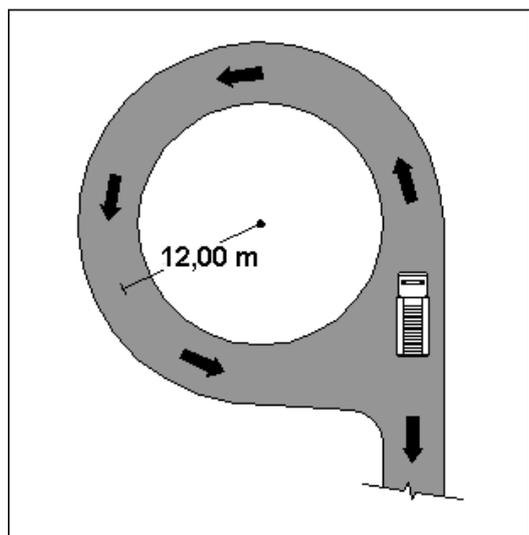
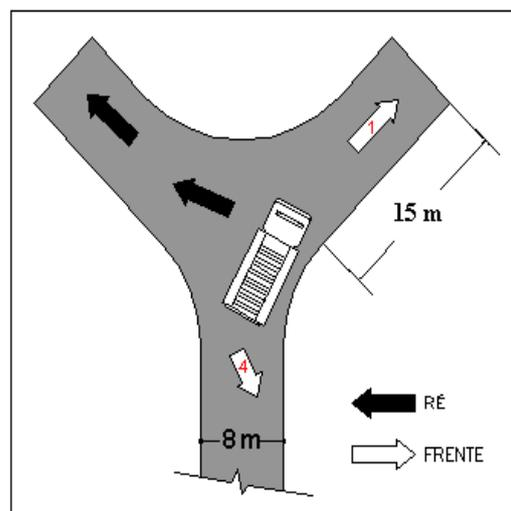
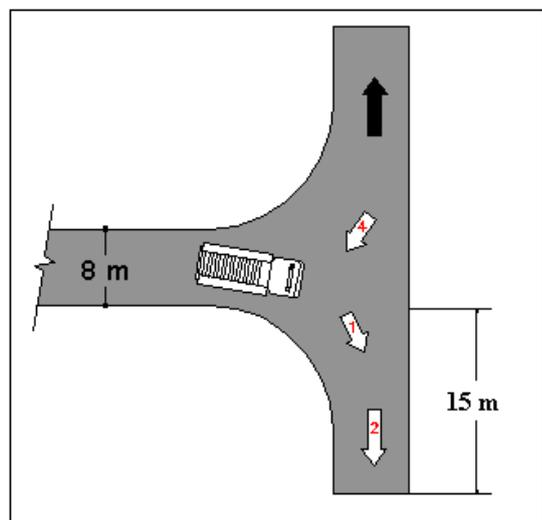

Figura 1 – Retorno Circular
Figura 2 – Retorno em Y
Figura 3 – Retorno em T
5.1.4 A via urbana que exceda 45,00 m de comprimento deve possuir retorno circular (Figura 1), em formato de “Y” (Figura 2) ou em formato de “T” (Figura 3), respeitadas as medidas mínimas indicadas.